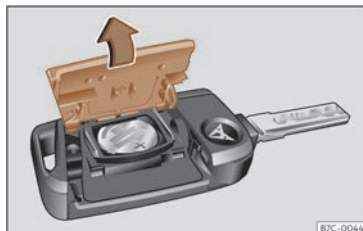

Fig. 44 Llave del vehículo: apertura de la tapa del compartimento para la pila.
- Retire la tapa en la parte trasera de la llave del vehículo en la dirección de la flecha >>> **fig. 44**, >>> ⓘ.